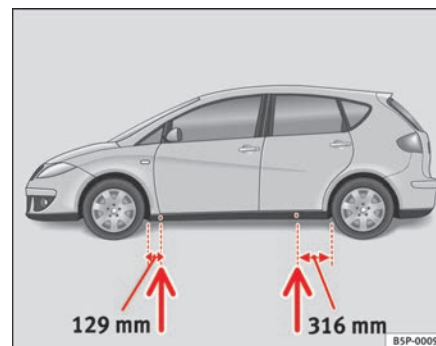

Fig. 176 Puntos de apoyo del gato
- Busque en el larguero inferior del vehículo el punto de apoyo mas cercano a la rueda pinchada ⇒ **página 254, fig. 176**
En el larguero inferior van marcados los lugares en los que se puede apoyar el gato ⇒ **página 254, fig. 176.** Se ha previsto un lugar para cada rueda. El gato no debe colocarse en otros lugares.